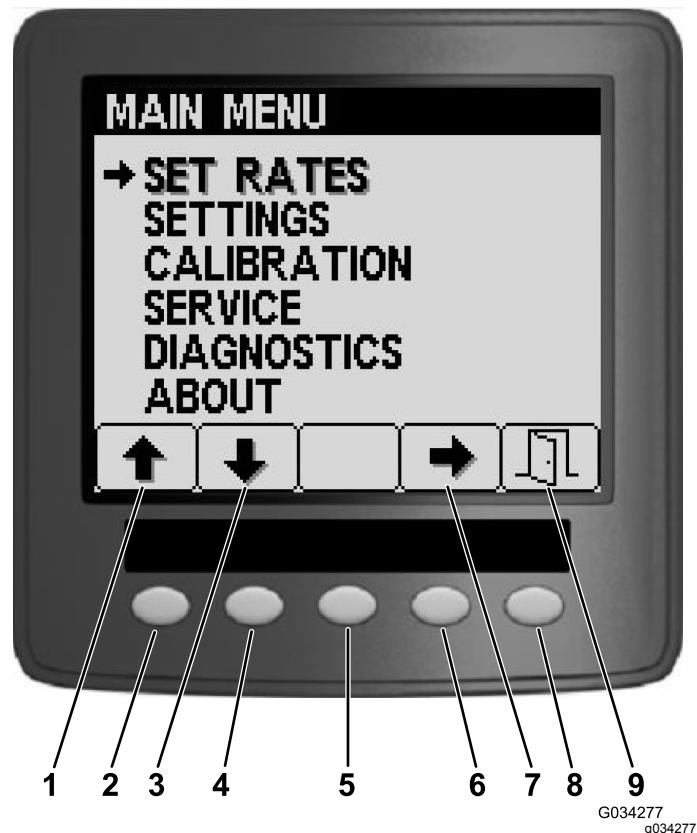
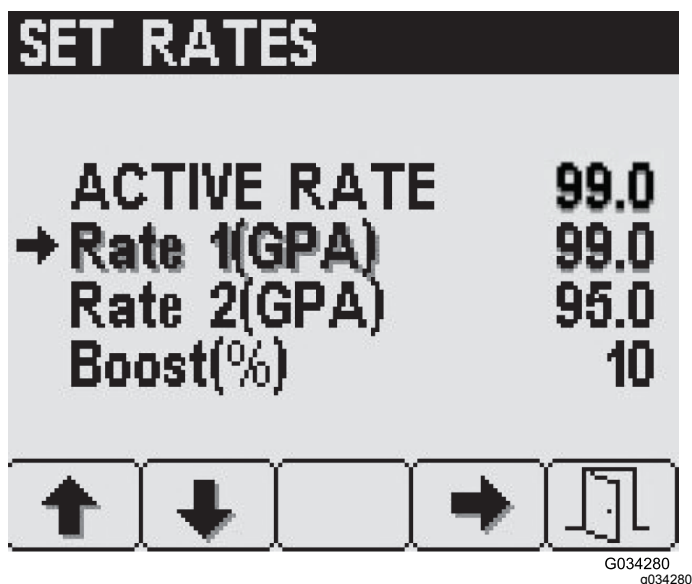
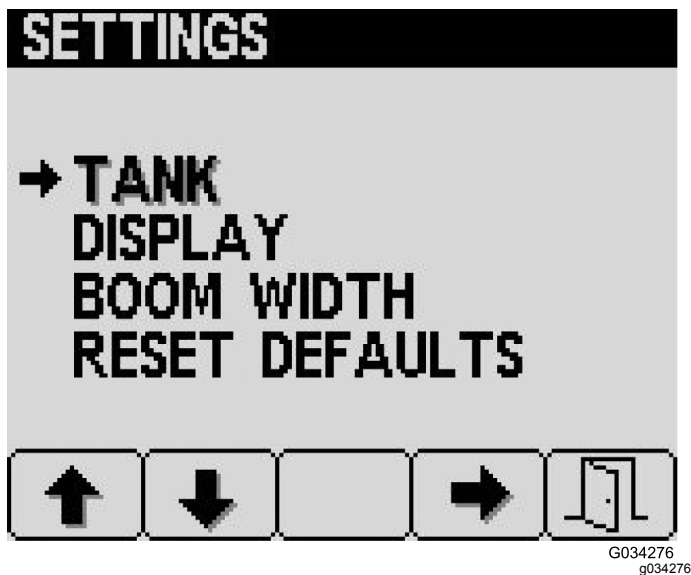

Figura 16
Figura 17
Figura 19
Dalla schermata del Menu principale, potete accedere alla schermata Impostazione volumi, la schermata Impostazioni, la schermata Taratura, la schermata Manutenzione, la schermata Diagnostica o la schermata Informazioni (Figura 16).
Per accedere alla schermata Impostazione volumi, premete il pulsante 2 sulla schermata del Menu principale (Figura 16) fino a raggiungere Impostazione volumi e premete il pulsante 4 per selezionare Impostazione volumi (Figura 17).
1. Premete il pulsante 1 o 2 fino a raggiungere la percentuale di volume o volume di aumento desiderata (Figura 17).
Per accedere alla schermata Impostazioni, premete il pulsante 2 sulla schermata del Menu principale (Figura 16) fino a raggiungere Impostazioni e premete il pulsante 4 per selezionare Impostazioni (Figura 19).
1. Premete il pulsante 2 sulla schermata Impostazioni fino a raggiungere Impostazioni display e poi premete il pulsante 4 per selezionare Display (Figura 19).
1. Premete il pulsante 4 sulla schermata Impostazioni per selezionare le Impostazioni serbatoio (Figura 19).
Le impostazioni della larghezza delle barre sono precompilate presso lo stabilimento di produzione (Figura 19).